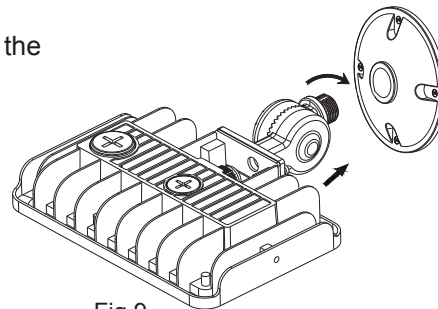

Fig 9
- 2: Fix the fixture on the wall or ground through the holes on the bracket (Fig 9 & 10)
- 2: Fije el accesorio en la pared o en el suelo a través de los orificios del soporte (Fig. 9 y 10)
- 2 : Fixez le luminaire au mur ou au sol à travers les trous du support (Fig 9 & 10)